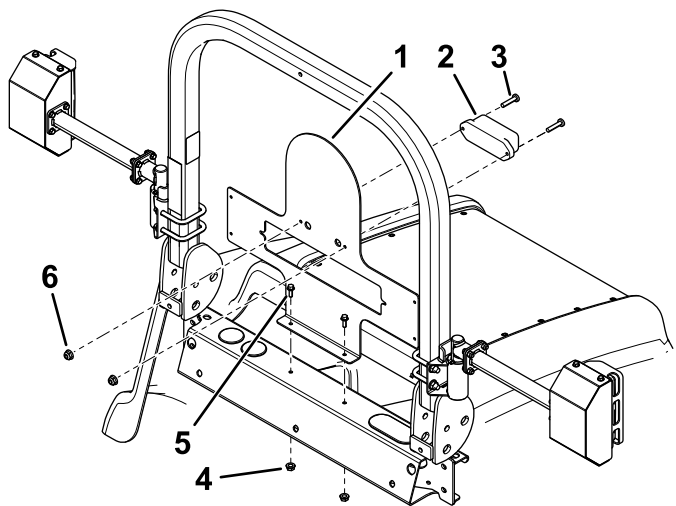

Figura 8
2. Montate la piastra delle luci e la luce posteriore centrale (Figura 8).